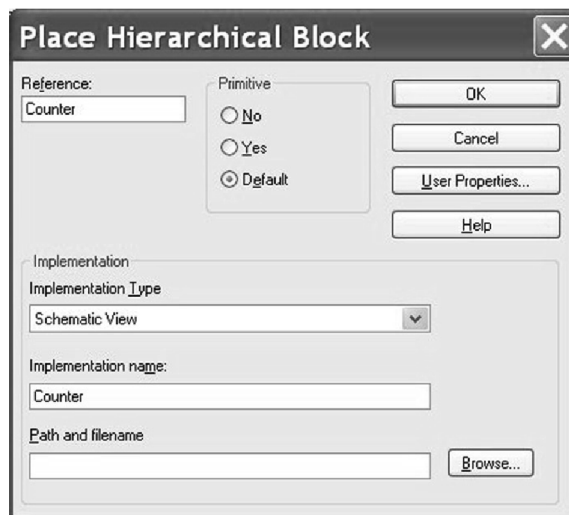

图 20.47 建立 counter 电路的层模块
10. 如图 20.47 所示，按照第 9 步的具体步骤绘制另外一个层模块，并将其命名为 counter。单击 OK 按钮对设置进行确定，然后如图 20.40 所示在原理图中对层模块进行放置。